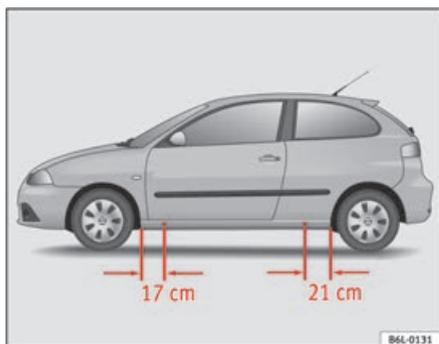

Fig. 143 Points d'appui du cric.
- Cherchez sur le longeron inférieur le point d'appui le plus proche de la roue à changer ⇒ page 217, fig. 143.
Des empreintes sur le bas de caisse à l'avant et à l'arrière du véhicule indiquent les points d'appui du cric ⇒ page 217, fig. 143. Un emplacement a été prévu pour chaque roue. Le cric ne doit pas être positionné à d'autres endroits.